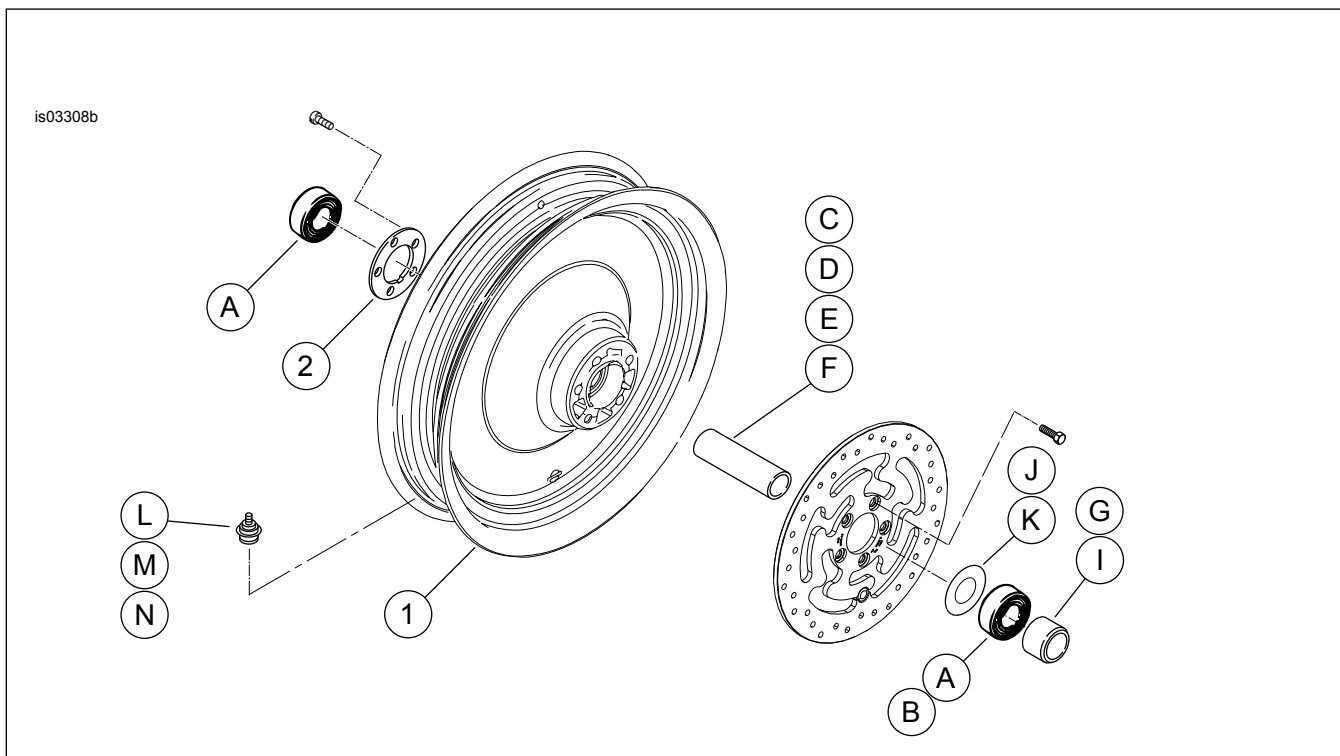

Abbildung 1. Ersatzteile: Scheibenvorderräder
2. Siehe Abbildung 1. Die Ventilschaft-Baugruppe (L, M oder N) am Rad anbringen. Siehe REIFEN im Werkstatthandbuch.